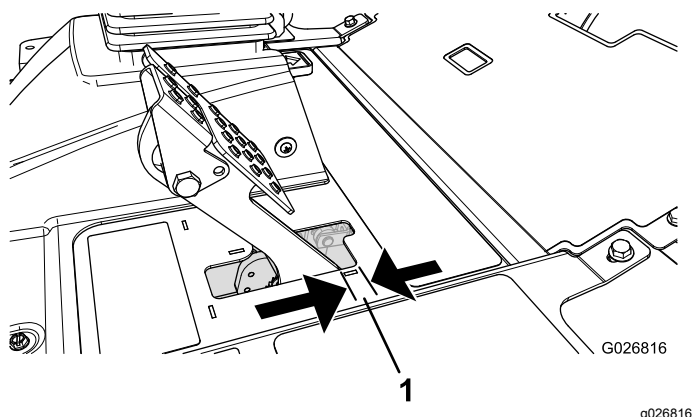

Bild 72
Stellen Sie die Bremsen ein, wenn das Bremspedal mehr als 2,5 cm Spiel hat, oder wenn die Bremsen nicht mehr gut genug greifen (Bild 72). Als Spiel gilt die Entfernung, die das Bremspedal zurücklegt, bevor ein Bremswiderstand spürbar ist.
2. Ziehen Sie die hintere Mutter an, um den Zug nach hinten zu bewegen, bis die Bremspedale ein Spiel zwischen 6,3 mm und 12,7 mm haben, bevor die Radsperre auftritt (Bild 72).